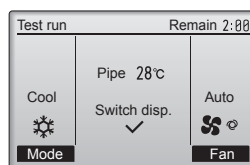

Abb. 7-3
- ① Drücken Sie die Taste [F1], um den Betriebsmodus umzuschalten. (Abb. 7-3)